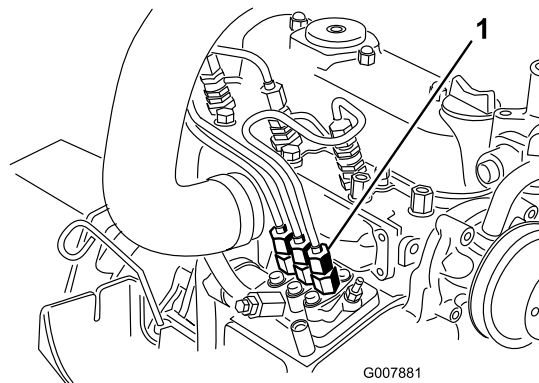

Figura 50
1. Mettete un cencio sotto il raccordo del tubo proveniente dalla pompa d'iniezione e diretto all'ugello dell'iniettore n. 1, come illustrato nella Figura 50.